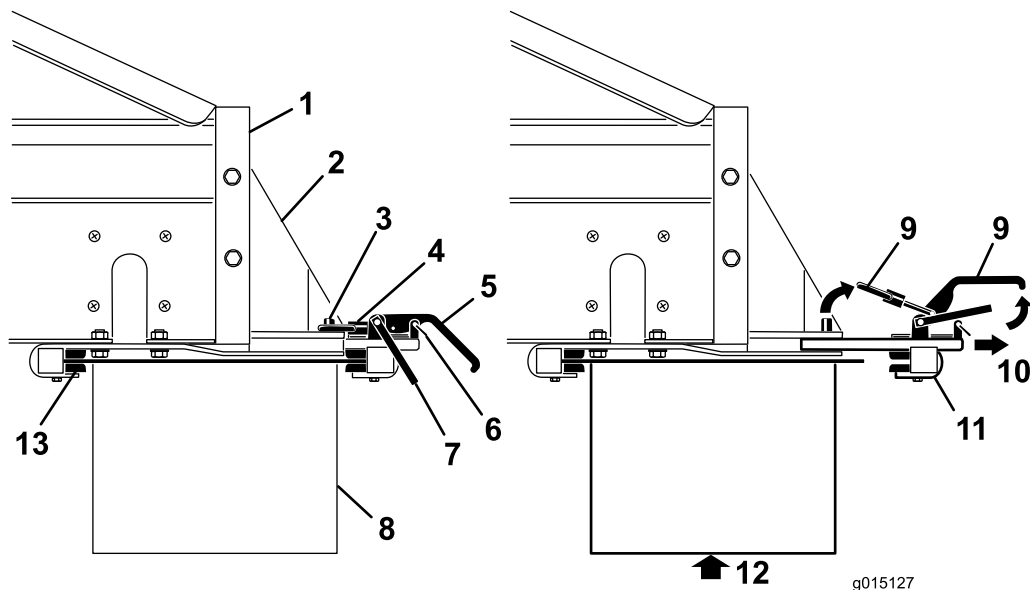

Bild 40
1. Entfernen Sie die Sicherheitsriegelclips von den Klemmgriffen (**Bild 40**).
2. Heben Sie zuerst den Sicherheitsriegel und dann die Klemmgriffe des Anbaugeräts an und lösen Sie die Arretierungsringe von den Arretierstiften (**Bild 40**).
3. Schieben Sie die hintere Anbaugerätklemme aus den Schnellbefestigungsschlitzen (**Bild 40**).
4. Setzen Sie die Vorderkante des Doppel-Tellerstreuers mit Hilfe einer anderen Person auf, und unter das Heck der Maschine in die vorderen Klemmen der Halterungen (**Bild 40**).
5. Stützen Sie den Doppel-Tellerstreuer ab und schieben dann die hintere Klemme des Anbaugeräts wieder in die Schlitze in den Halterungen und über die hintere Kante (**Bild 40**).
7. Setzen Sie die Sicherheitsriegelclips wieder auf die Klemmgriffe (**Bild 40**) auf.